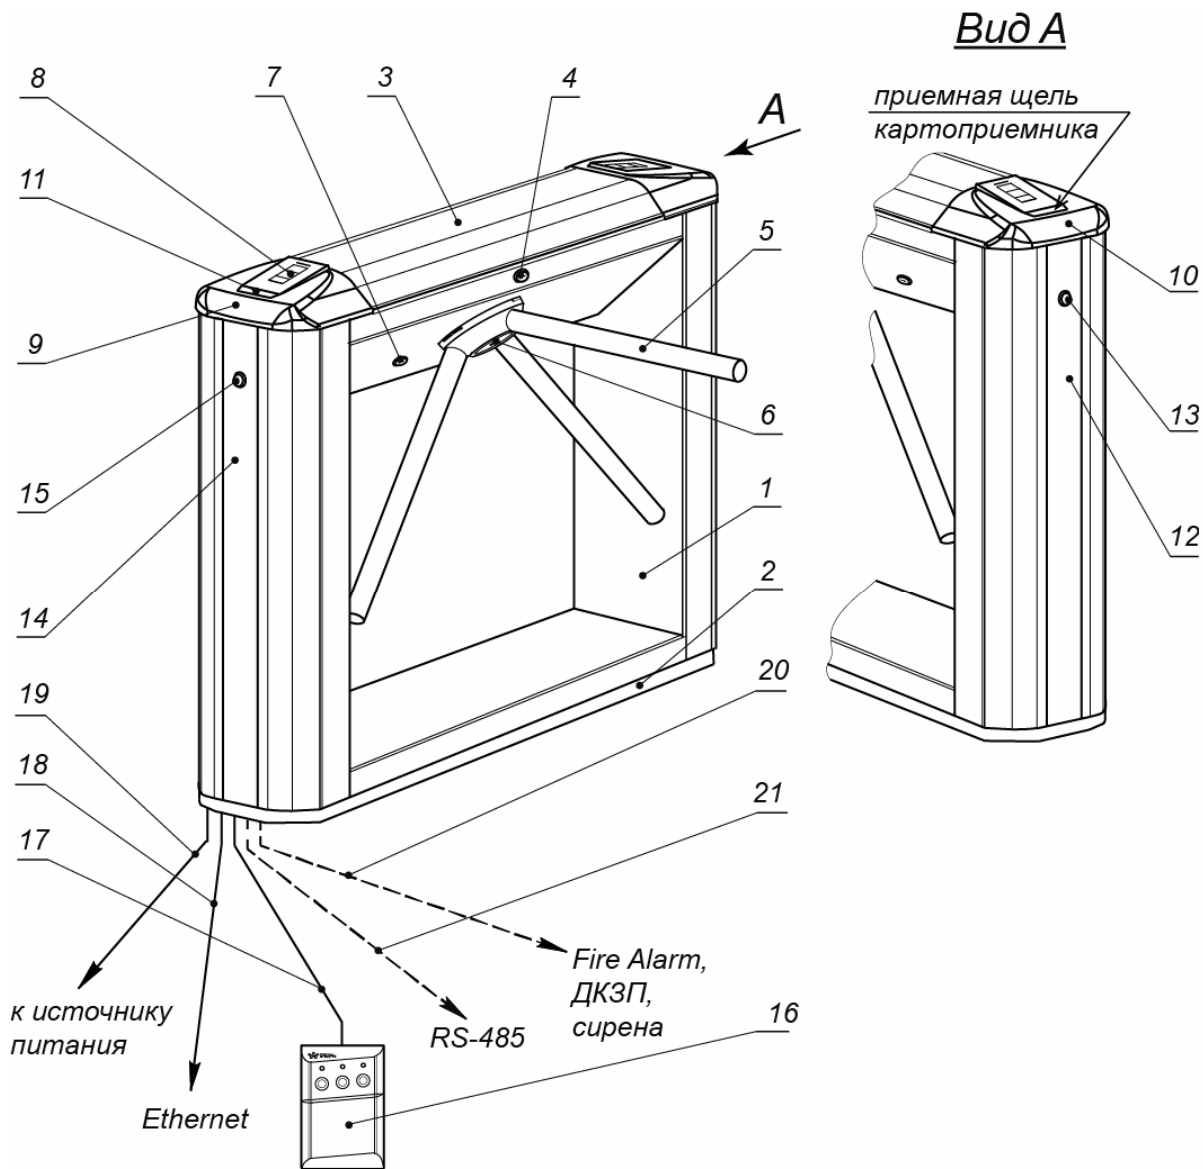

Рисунок 1. Устройство ЭП
Устройство ЭП показано на рис. 1. ЭП состоит из: стойки (1-3), встроенного контроллера ЭП, двух считывателей, встроенного картоприемника, трех преграждающих планок (5), ПДУ (16) и ПО для работы в составе СКУД **PERCo-S-20**.